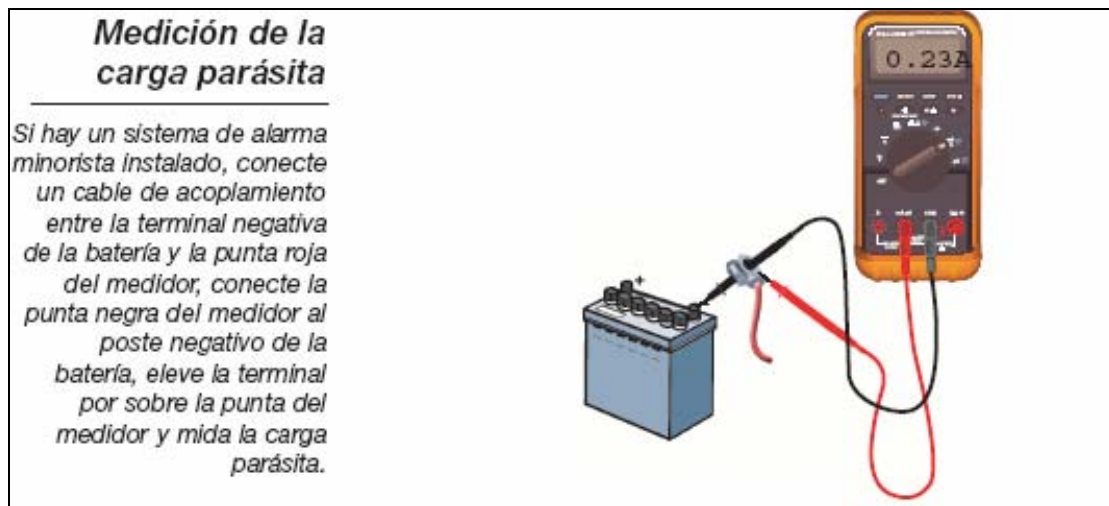

Figura 3.16 Medición de la carga parasita.
3. Desconecte el cable de acoplamiento y mida la carga parasita. Lo único que debe de hacer es un proceso de eliminación. Dado que ya se sabe cual es el fusible que conectado al problema, necesita ahora buscar cuales son los circuitos conectados a ese fusible y desconectar los circuitos uno por uno hasta la carga la parasita disminuya. Existen dos estrategias que puede utilizar para identificar la ubicación de la carga parasita, ver figura 3.16.